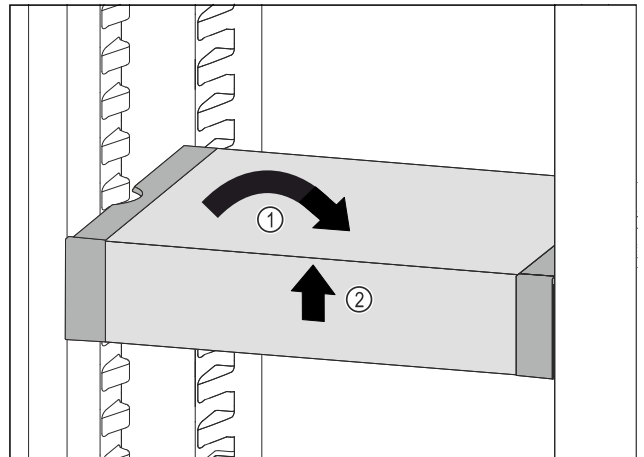

Fig. 240
- Collocare VarioSafe in maniera dritta. Fig. 240 (1)
- Sollevare VarioSafe dal lato anteriore. Fig. 240 (2)